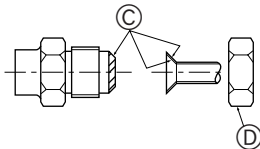

Fig. 4-2
(A) (Fig. 4-2)
(B) (Fig. 4-2)
4.2. Aansluiten van de pijpen (Fig. 4-2)